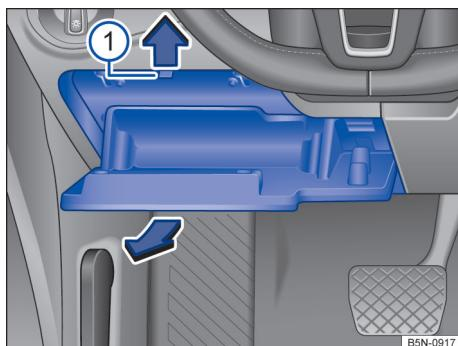

Fig. 211 Cobertura da caixa de fusíveis no painel de instrumentos: veículos com direção à esquerda, à esquerda ao lado do volante.
- Abrir e, caso necessário, esvaziar o porta-luvas do lado do condutor → Fig. 211.
- Pressionar o batente para cima abrir mais o porta-objetos no lado do condutor no sentido da seta e puxar para fora → Fig. 211 ①.
- Fechar um pouco o porta-objetos no lado do condutor, se necessário empurrar o batente para cima → Fig. 211 ①.